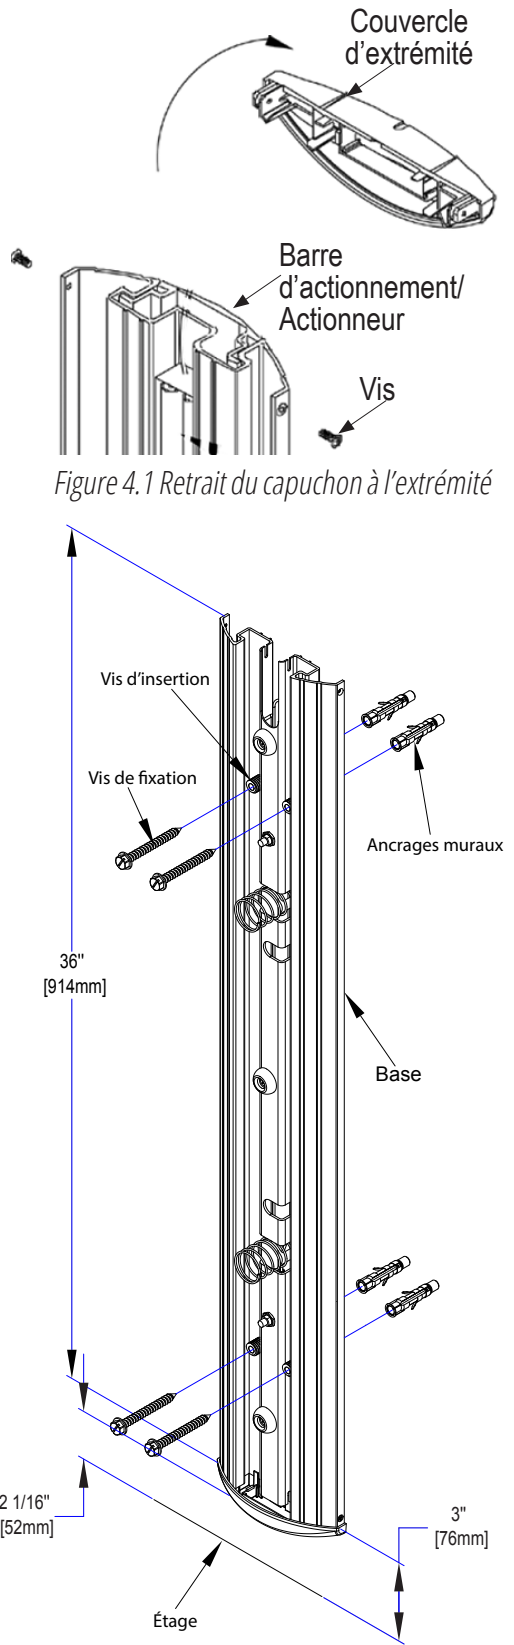

Figure 4.2 Montage de l'unité de base
3. Déterminer/marker la hauteur et l’emplacement de montage optimaux par rapport au plancher fini pour monter le commutateur à colonne™. (Voir les figures 4.2 et 4.3)